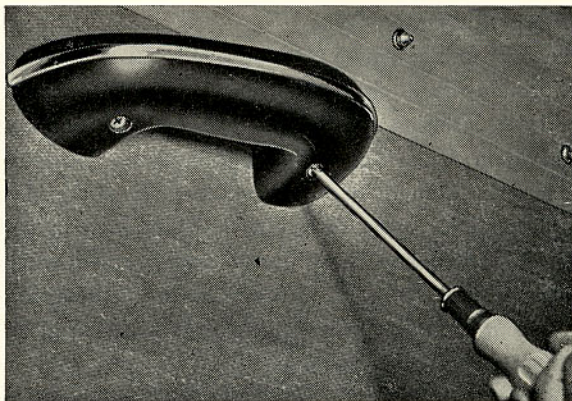

Bild 16. Armstödet lossas.
1. Lossa armstödet, som är fastsatt med två skruvar åtkomliga från stödets undersida, se bild 16.